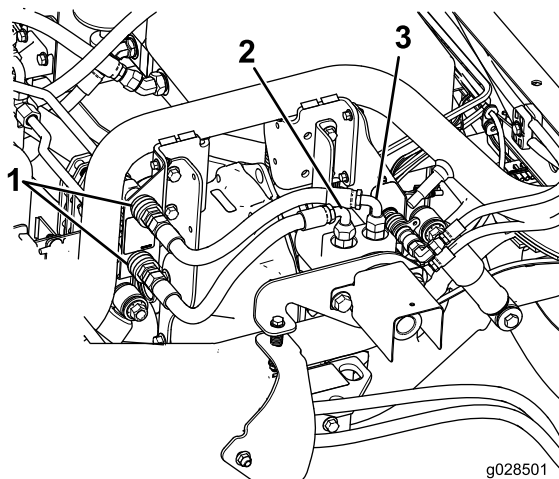

図 8
1. モータのフィッティング 車両幅方向内側に接続されているホースをブラケットの下側のクイックカップラに接続する 図8。
2. モータのフィッティング 車両幅方向外側に接続されているホースをブラケットの上側のクイックカップラに接続する 図 8。